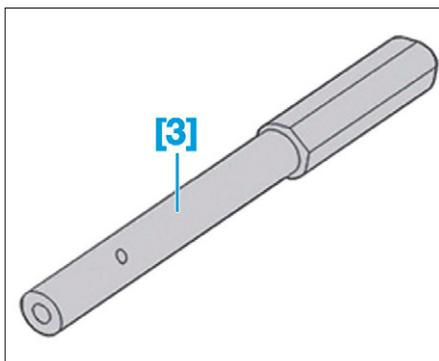

FIG. 84
- [3]. Pige de calage de poulie d'arbre à cames (réf : 0194-B) (**Fig.84**).